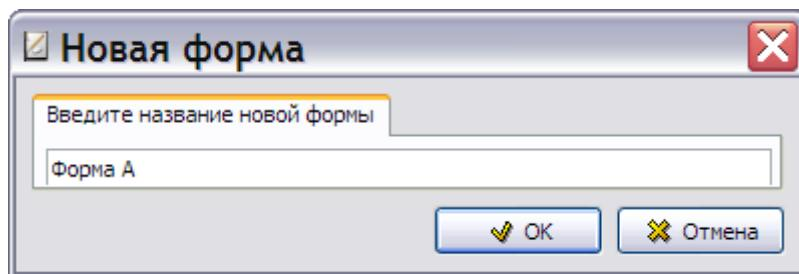

Рис. 3.90
2. В окне **Новая форма** введите название создаваемой формы, например «Форма А» (Рис. 3.90).